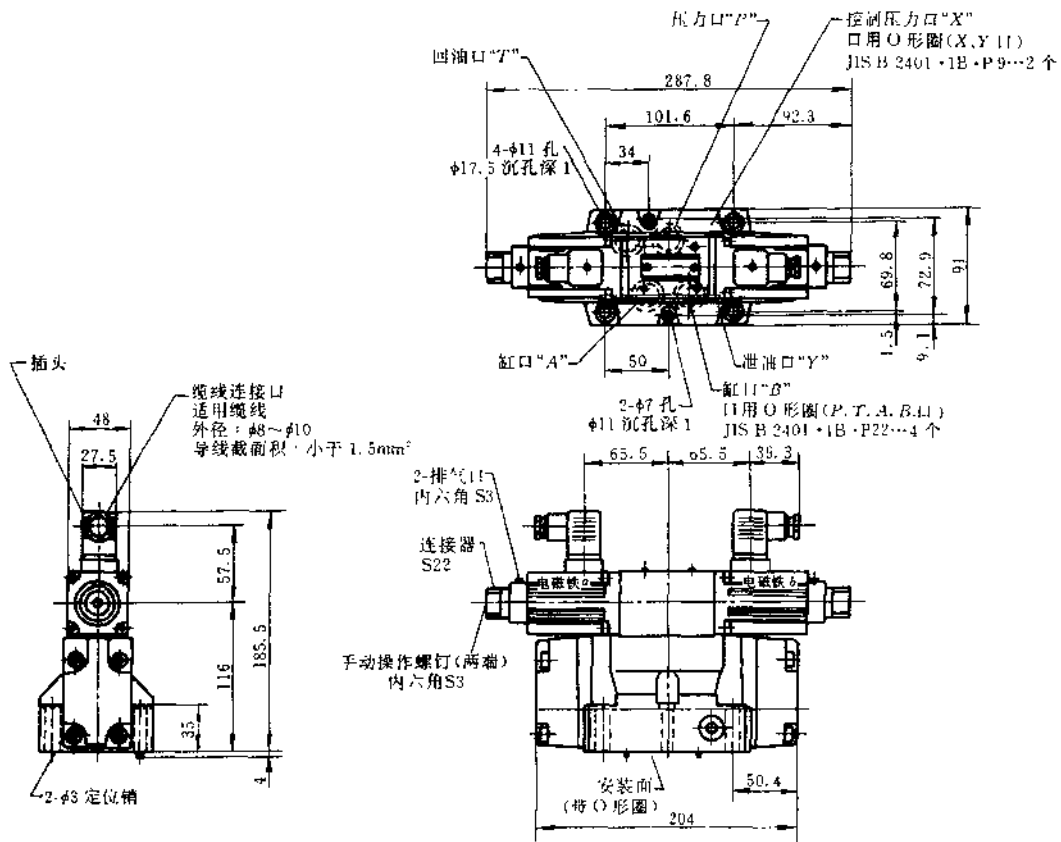

图 21.7-48 EDFHG-04 型电—液比例换向阀外形尺寸
• EDFHG-04 型电—液比例换向阀外形尺寸 见图 21.7-48。